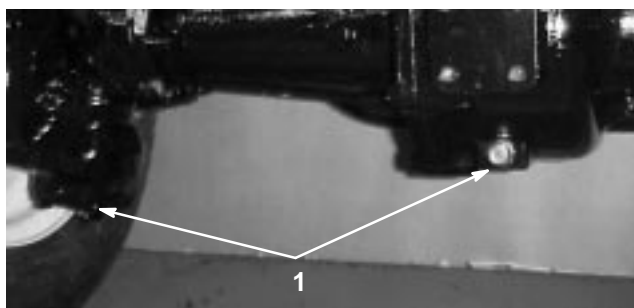

Bild 53
2. Reinigen Sie den Bereich um die drei Ablassschrauben, d.h. jeweils eine an beiden Enden und eine in der Mitte (Bild 53).